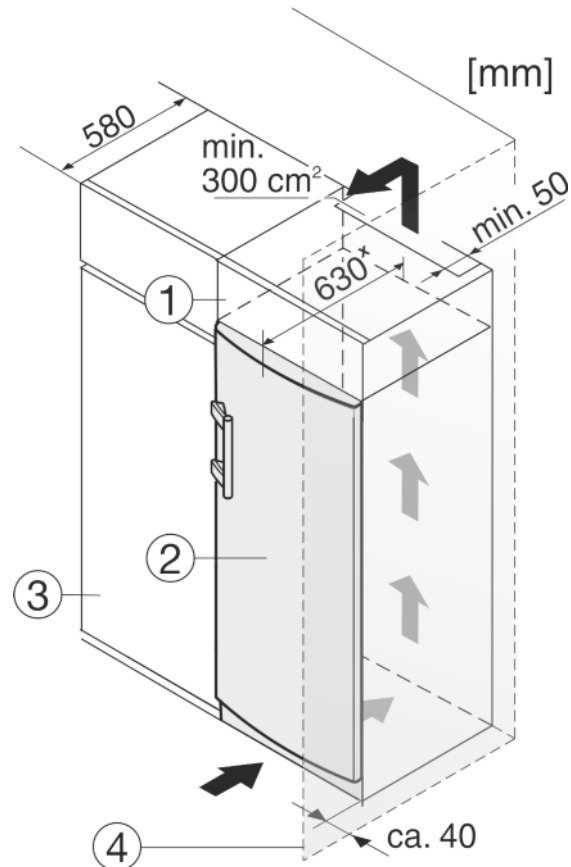

Fig. 11
L'apparecchio può essere incassato in mobili da cucina. Per adattare l'apparecchio Fig. 11 (2) all'altezza della cucina componibile, è possibile applicare sopra l'apparecchio un mobile da appoggio Fig. 11 (1).
Si la cocina posee armarios (profundidad máx. 580 mm), el aparato se puede colocar directamente junto al armario de cocina Fig. 11 (3). El aparato sobresale 34 mm\* por los lados y 50 mm\* en el centro del aparato respecto al frente del armario de cocina.
Se l'apparecchio con cerniere viene installato accanto ad una parete Fig. 11 (4), la distanza minima fra l'apparecchio e la parete deve essere almeno di 40 mm, che corrisponde alla sporgenza della maniglia con la porta aperta.